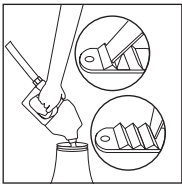

Figure 11/Ilustración 11
- Test each nozzle a minimum of five (5) times in each clip position. (See Figure 11)
- Compruebe cada manguera un mínimo de cinco (5) veces en cada posición de la cremallera (consulte la Ilustración 11).